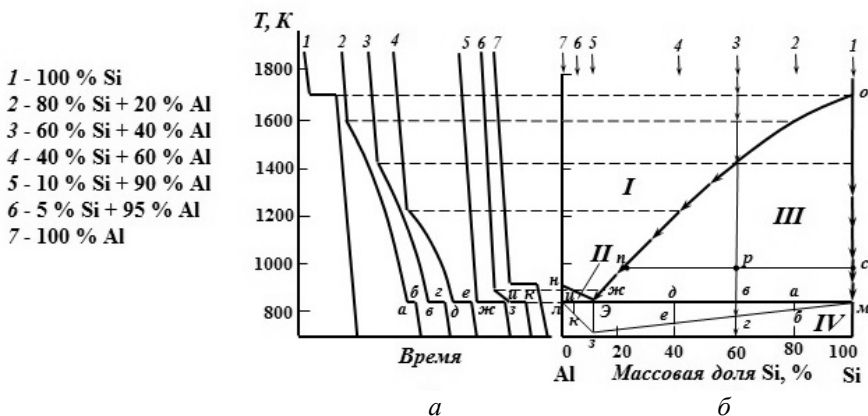
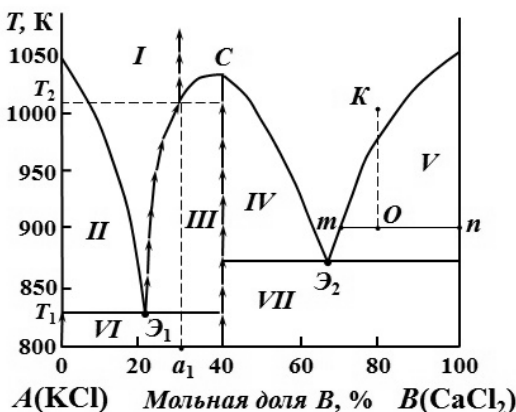

Рис. 5. Кривые охлаждения (а) и диаграмма плавкости (б) системы алюминий – кремний
Рис. 7. Диаграмма плавкости $\text{KCl} - \text{CaCl}_2$ при $p = 1013$ гПа
Задача 80. На основании кривых охлаждения системы алюминий – кремний (рис. 5, а) для систем заданных составов постройте диаграмму плавкости. По диаграмме плавкости Al – Si определите:
Построение диаграммы плавкости Al – Si. На основании кривых охлаждения (рис. 5, а) строим диаграмму плавкости в координатах состав – температура плавления (рис. 5, б). При охлаждении чистого кремния (кривая охлаждения 1) наблюдается температурная остановка при 1693 К, которая связана с выделением скрытой теплоты кристаллизации кремния при его температуре плавления. Эту температуру откладываем на оси ординат (рис. 5, б), отвечающей чистому кремнию.
Так как на кривых охлаждения длина горизонтальной площадки, соответствующей кристаллизации эвтектики, пропорциональна количеству эвтектики, то это можно использовать для определения концентрации компонентов в эвтектической точке. Для этого строится **треугольник Таммана**. Длины горизонтальных площадок ab , $вг$, $де$, $жз$ и $ик$ (рис. 5, а) откладывают вертикально вниз от изотермы эвтектики в точках, отвечающих составам систем (рис. 5, б), и пересечение линий, проведенных через точки $м$, $б$, $г$, $е$, $з$ и $к$, $л$, дает состав эвтектики.
1. Проанализируйте фазовое состояние неизоморфной системы, компоненты которой образуют устойчивое химическое соединение (плавящееся конгруэнтно). Диаграмма плавкости изображена на рис. 7. Проведите анализ процесса нагревания двух бинарных систем: $A - A_xB_y$ и $A_xB_y - B$.
Диаграмму плавкости (рис. 7) можно рассматривать как две независимые диаграммы плавкости двух бинарных систем: $A - A_3B_2$ и $A_3B_2 - B$. Закроем сначала полоской бумаги часть диаграммы плавкости от A_3B_2 до B и мысленно сопоставим ее с диаграммой плавкости неизоморфной системы с простой эвтектикой (см. рис. 5). Повторим операцию, закрыв полоской бумаги часть диаграммы от A до A_3B_2 .
В области *I* (рис. 7) все системы гомогенные: фаза одна – жидкий расплав; $K = 2$, $\Phi = 1$, $C = 2$. В области *II* – системы гетерогенные: в равновесии находятся две фазы – расплав и кристаллы компонента *A*; $K = 2$, $\Phi = 2$, $C = 1$. В области *III* и *IV* системы гетерогенные: в равновесии находятся две фазы – жидкий расплав и кристаллы химического соединения A_3B_2 ; $K = 2$, $\Phi = 2$, $C = 1$. В области *V* системы гетерогенные: в равновесии находятся две фазы – жидкий расплав и кристаллы *B*; $K = 2$, $\Phi = 2$, $C = 1$. В области *VI* системы гетерогенные: в равновесии находятся две фазы – кристаллы *A* и химического соединения A_3B_2 ; $K = 2$, $\Phi = 2$, $C = 1$. В области *VII* системы гетерогенные: в равновесии находятся две твердые фазы – кристаллы химического соединения A_3B_2 и кристаллы *B*; $K = 2$, $\Phi = 2$, $C = 1$. В точках эвтектик $\mathcal{E}_1$ и $\mathcal{E}_2$ системы гетерогенные: в равновесии находятся три фазы. В точке $\mathcal{E}_1$: жидкий расплав, кристаллы *A* и кристаллы химического соединения A_3B_2 . В точке $\mathcal{E}_2$: жидкий расплав, кристаллы *B* и кристаллы химического соединения A_3B_2 ; $K = 2$, $\Phi = 3$, $C = 0$.
2. Исходное состояние системы изображено на диаграмме плавкости (рис. 7) фигуративной точкой K , конечное – точкой O . При 900 К система состоит из расплава (фигуративная точка m) и кристаллов CaCl_2 (фигуративная точка n).